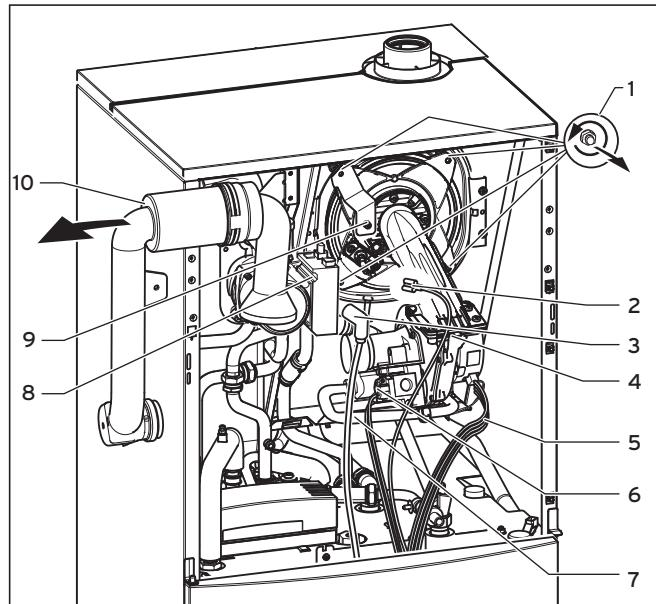

Abb. 8.2 Brennermodul ausbauen
Legende (Abb. 8.2):
- Trennen Sie die Gaszuleitung (7).
- Entfernen Sie die vier Muttern (1), siehe Abb. 8.2.
- Ziehen Sie das Brennermodul (4) vom Integral-Kondensations-Wärmetauscher (8) ab, siehe Abb. 8.2.